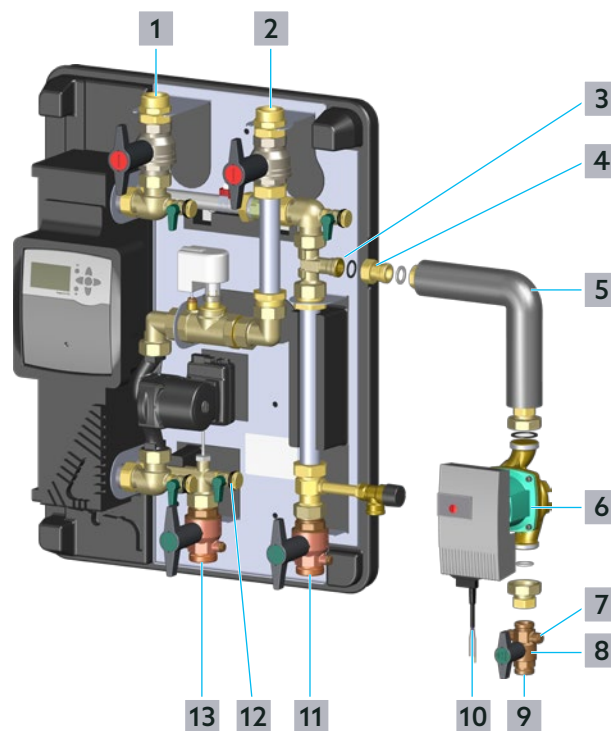

Fig. 2: Exemple d'installation
- 2 Fermer lentement le robinet d'arrêt à tournant sphérique sur l'aller eau potable froide (position **11** sur la Fig. 2 en page 5).
- 3 Fermer lentement le robinet d'arrêt à tournant sphérique sur retour eau chaude sanitaire (position **13** sur la Fig. 2 en page 5).
- 4 Dévisser le capuchon du robinet de vidange et de remplissage à tournant sphérique - Eau chaude sanitaire (position **12** sur la Fig. 2 en page 5) et raccorder un tuyau de vidange.
- 6 Dévisser le capuchon du raccordement du jeu de bouclage d'E.C.S. (position **3** sur la Fig. 2 en page 5).
- 7 Monter le clapet ATS (position **4** sur la Fig. 2 en page 5) avec le joint d'étanchéité correspondant sur la station.
- 8 Monter le tube coudé (position **5** sur la Fig. 2 en page 5) avec le joint d'étanchéité correspondant sur le clapet ATS.
Vous pouvez monter le circulateur à haut rendement (accessoire) et le robinet à tournant sphérique (position **8** sur la Fig. 2 en page 5) à un endroit quelconque entre le dernier point de puisage et la station d'eau chaude sanitaire sur le retour bouclage d'E.C.S.
- Si vous souhaitez réaliser votre installation selon l'exemple d'installation sur la Fig. 2 en page 5, visser le circulateur à haut rendement que vous avez choisi sur le tube coudé.
- Monter le robinet à tournant sphérique (position **8** sur la Fig. 2 en page 5) à un endroit quelconque entre le dernier point de puisage et le tube coudé.